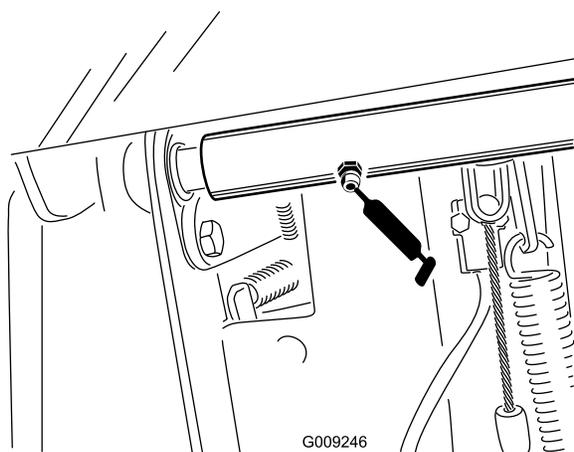

Figura 37
- Bielas do veio de articulação do pedal de travão (2) (Figura 37)